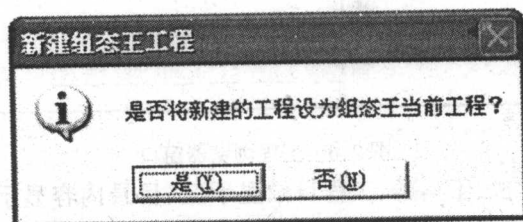

图 2.5 新建工程向导之四对话框
(5) 单击“完成”按钮弹出对话框询问是否将该工程设为组态王当前工程,如图 2.5 所示。